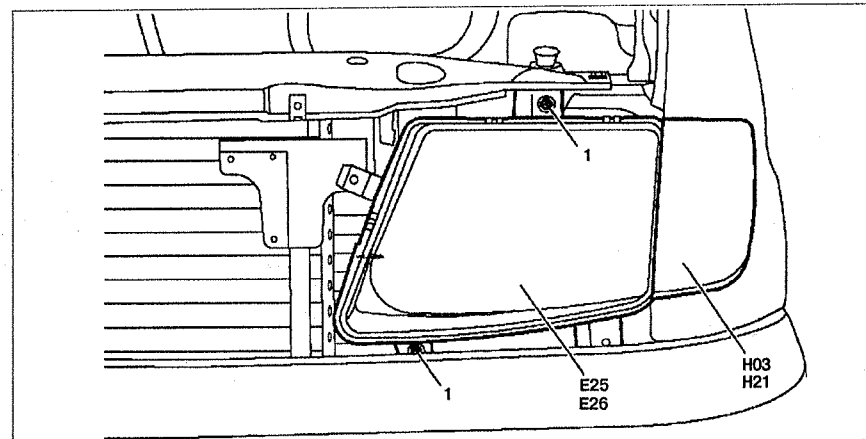

Рис. 10.17. Фары: **1**. Болт, **E25**. Левая фара, **E26**. Правая фара, **H03**. Правый указатель поворота, **H21**. Левый указатель поворота.
1. Отсоедините разъем проводки **B28.1** (см.рис.10.17).
2. Снимите решетку радиатора и указатель поворота **H03**, **H21** (см.рис.10.17).